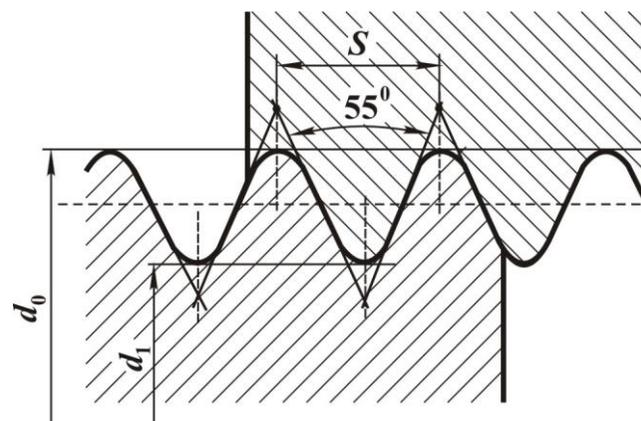

Рис. 5.34
*Трубная резьба* (рис. 5.34) аналогична дюймовой, но не имеет зазоров при вершине; применяется для соединения труб, арматуры, то есть там, где необходима герметичность соединения.